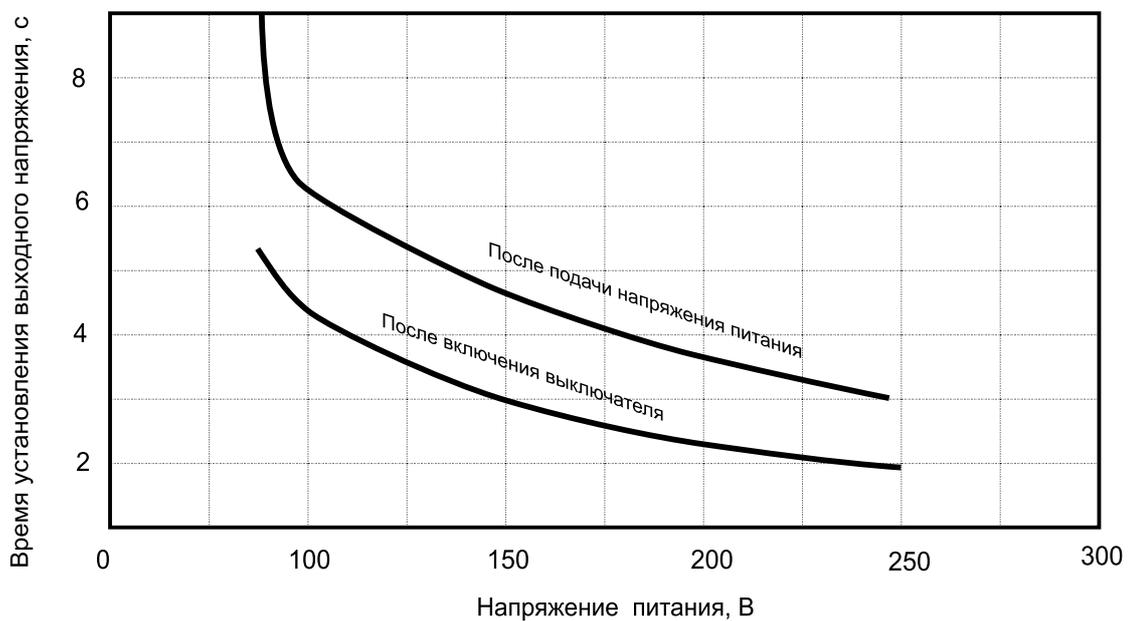

Рисунок 1. Зависимость максимального времени установления выходного напряжения от напряжения питания
1.2.9 Время установления выходного напряжения от момента подачи напряжения питания (при соблюдении нагрузочной способности БП, см. рис.1): а) при питании от сети 220 В, с, не более б) при питании от вспомогательного источника, с, не более	4 50
1.2.10 Периодичность включения вакуумного выключателя ВВ/TEL-10-Х/1000, при совместной работе БП с блоком управления ВU/TEL-220-0,5А (см. рис.1), не менее, с	3,0